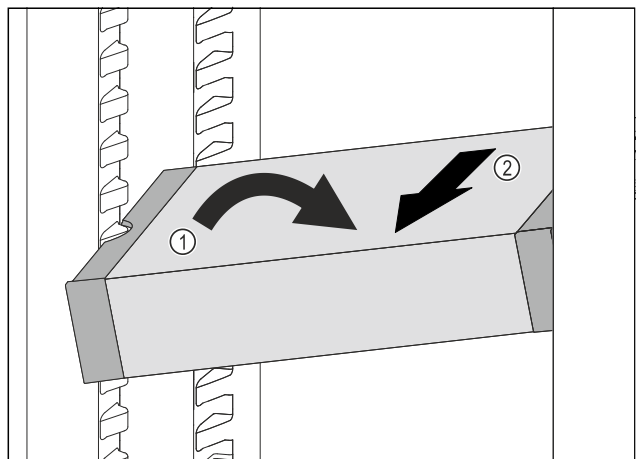

Fig. 83
- ▶ Наклонете VarioSafe в хладилната част. Fig. 83 (1)
- ▶ Извадете VarioSafe напред. Fig. 83 (2)